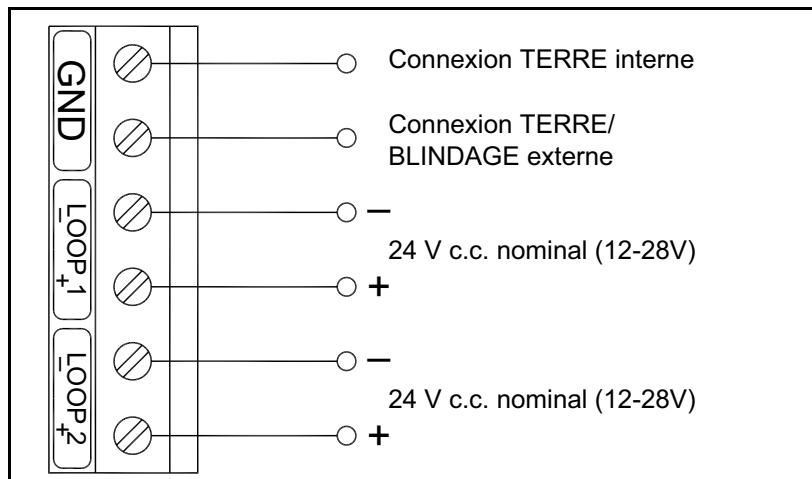

Figure 10 : Raccordements électriques - Deux boucles de courant
Pour câbler le MMR31, reportez-vous à la *Figure 10* ci-dessous et procédez comme suit :
5. Raccordez les câbles aux bornes du MMR31 comme illustré à la *Figure 10* ci-dessous.